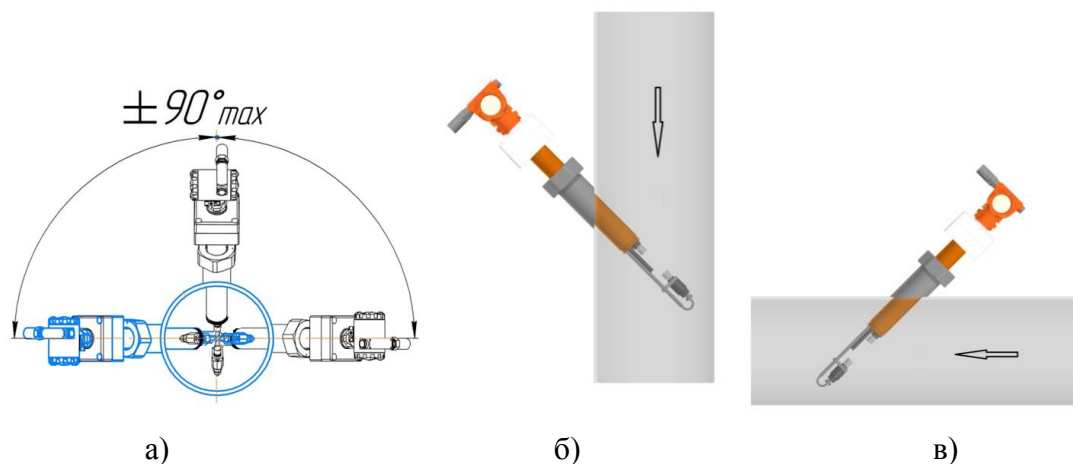

Рисунок 2.17 – Установка преобразователей расхода UFG-Z на трубопровод
2.5.9.1 При использовании преобразователя расхода UFG-Z на сухих и чистых газах, при отсутствии конденсата или жидкой фазы, допускается установка преобразователей расхода в вертикальной плоскости (рисунок 2.17а, 2.17в). при наличии конденсата в потоке, преобразователь расхода UFG-Z следует располагать в горизонтальной плоскости в соответствии с рисунком 2.17а). Допускается устанавливать преобразователь расхода UFG-Z на вертикальном участке трубопровода при отсутствии дренажа конденсата через измерительный участок трубопровода (рисунок 2.17б).